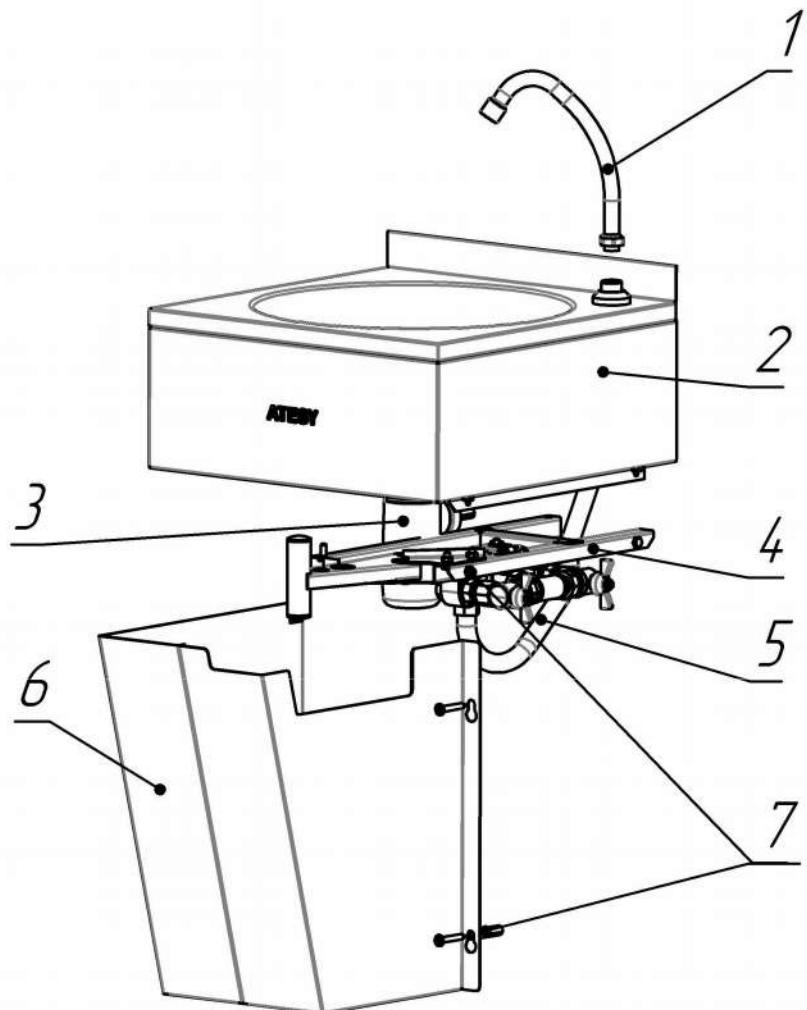

Рис.1
- 3.7. Регулятор подачи воды 4 установить в нижнюю часть корпуса мойки 2, как показано на Рис.1. Закрепить с помощью болтовых соединений, входящих в комплект крепежа 7. Присоединить к регулятору свободный конец гибкой подводки 5.
3.8. Закрепить кожух 6 на стене под рукомойником, как показано на Рис.1.